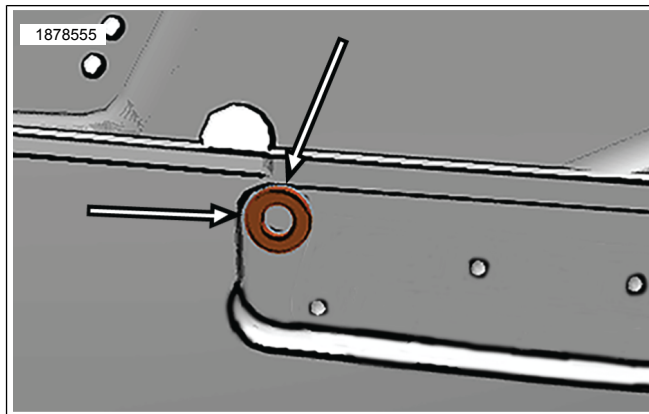

Figura 3. Zona de perforación del agujero superior de la alforja
- c. Vea la Figura 3. Utilice la arandela plana (4) del kit como guía para perforar: colóquela contra la superficie de la alforja de manera que toque el radio en la parte superior y en el lateral de la ranura.